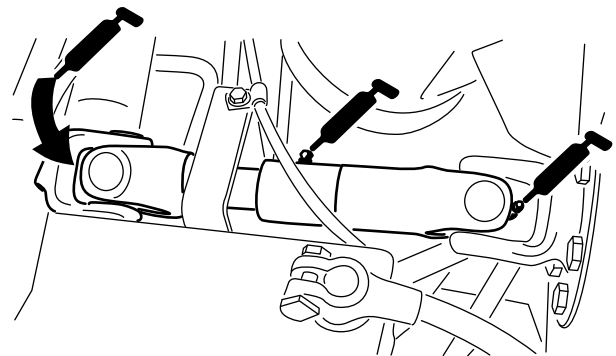

Bild 27
- U-Gelenk der Pumpenantriebswelle (3) (Bild 27)